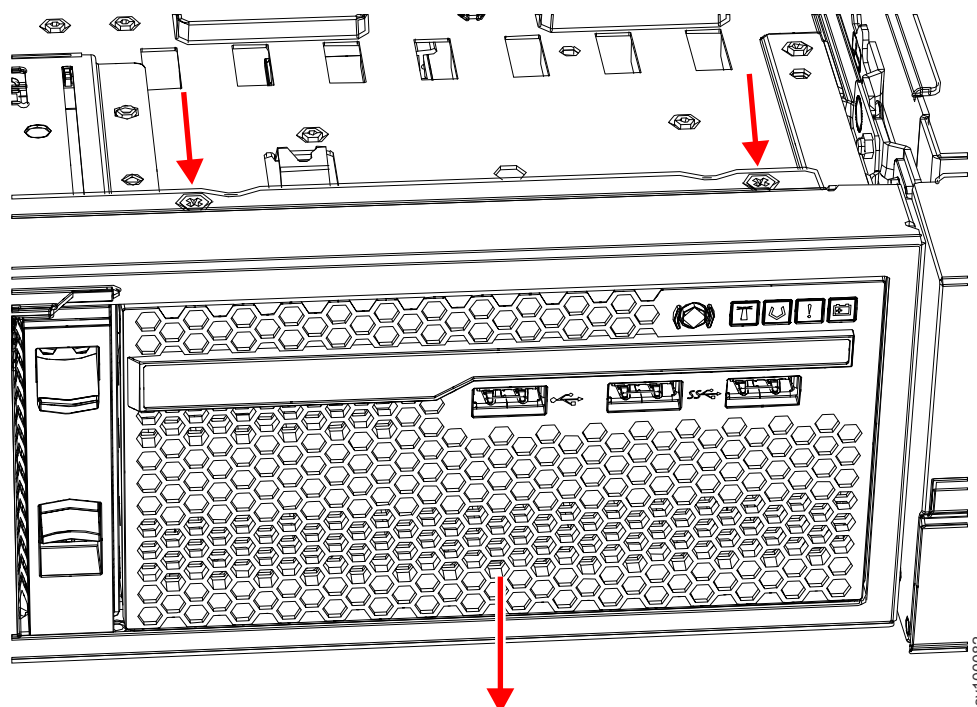

図 253. 2145-SV1 オペレーター情報パネル・アセンブリーの取り外し
2. 図 253 に示すように、アセンブリーの上部から 2 つのねじを取り外します。
3. 図 253 に示す方向に向かって、オペレーター情報パネル・アセンブリーを、ノードの前面から突き出るまで後部から押します。